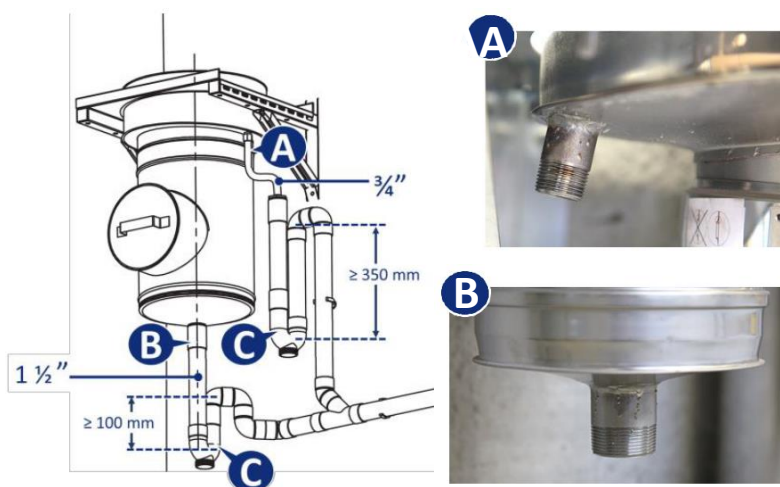

Figure 4
- 5 Contrôlez les siphons externes (A et B) de la Figure 4 et enlevez la saleté éventuelle.